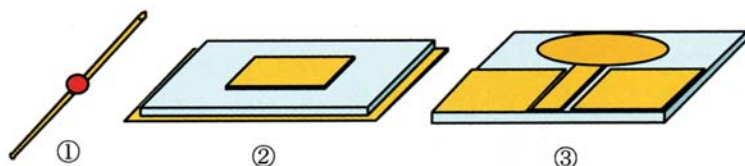
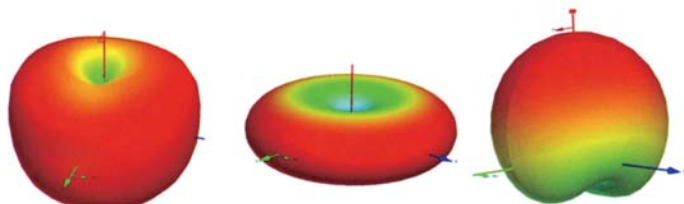

図1 ①ダイポールアンテナ、②パッチアンテナ、③広帯域アンテナ
図2 電波放射のかたち ①リンゴ ②ドーナツ ③桃
電波はどのようにしてアンテナから出て、どのようにして伝わっていくのか、目に見えないなんて残念ですね。最近、コンピュータを利用して目で確認することのできる技術が発達しており、アンテナから出した電波を見ることが可能になりました。アンテナから出た電波のかたちは、アンテナの構造によってそれぞれがとてもユニークな形をしています。アンテナの構造は、たくさんありますが、たとえば図1のように、①2本の金属棒からなるダイポール、②回路基板の両側に金属面があるパッチ、そして、③基板の片側だけに金属面がある広帯域アンテナなどがあります。では、図2の電波放射のかたちがどのアンテナに当てはまるか、当ててみてください。答えは研究室の学生に確認してみてください。